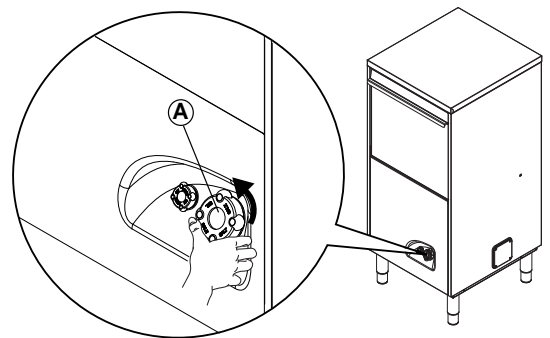

Fig. 23
- Desenroscar el tapón del recipiente de sal "A" (Fig. 23), girándolo hacia la izquierda.